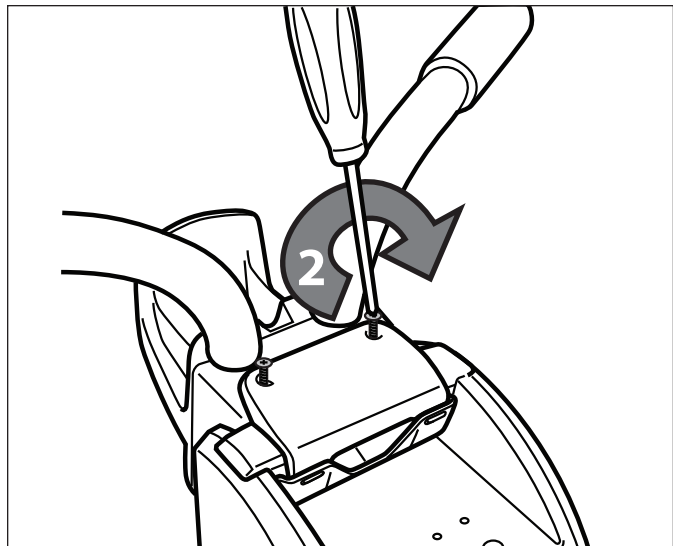

Figure 14. Fixer correctement les plaques de verrouillage
3. Fixer solidement la plaque de verrouillage à l'aide des vis cruciformes. Ne pas trop serrer. Se référer à la Figure 14.